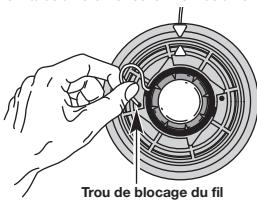

Fig. 16
5. Insérez le fil dans le trou de blocage (Fig. 16). N'enforcez pas le fil de plus de 12,7 mm (1/2 po) dans le trou. S'il est inséré correctement, le fil forme une petite boucle (Fig. 16).